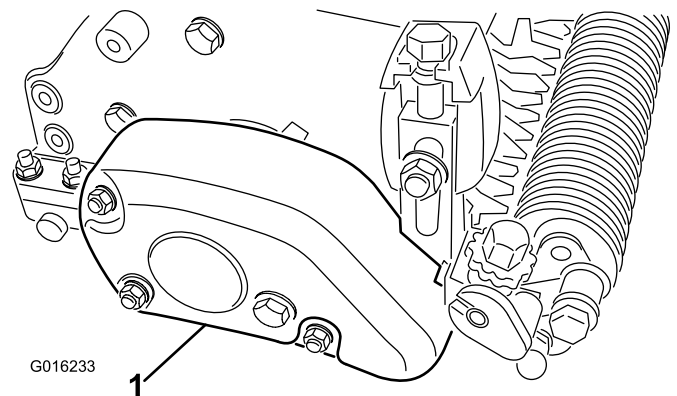

Figure 26
1. Enlevez le couvercle de courroie du boîtier du groomer (Figure 26).